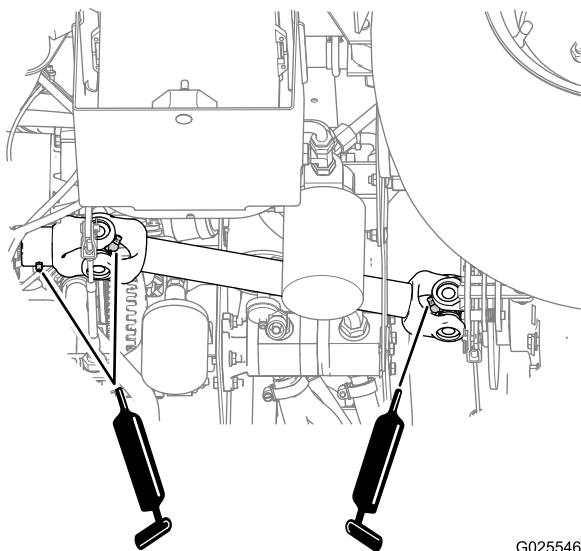

図 49
- 駆動シャフトの U ジョイント (2ヶ所); 図 49を参照
- スライディングヨーク (1ヶ所); 図 49を参照